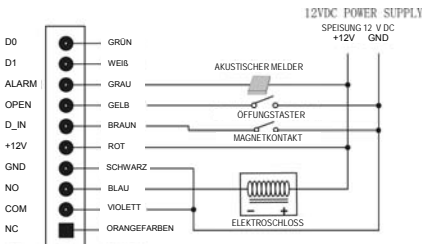

Abbildung 6
1. Trennen Sie den Kabelverbinder und stellen Sie die notwendigen Verbindungen her (siehe Abbildung 6)